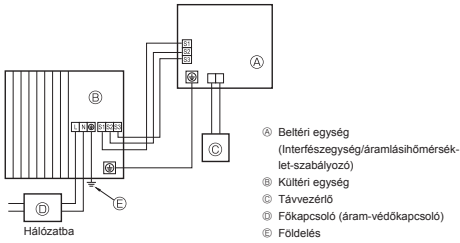
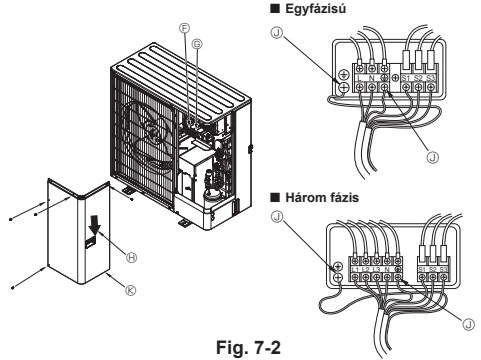

Fig. 7-1
Fig. 7-2
7.1. Kültéri egység (Fig. 7-1, Fig. 7-2)
- ① Távolítsa el a szerelőnyílás-fedelelet.
- ② Csatlakoztassa a huzalokat a Fig. 7-1 és Fig. 7-2 szerint.